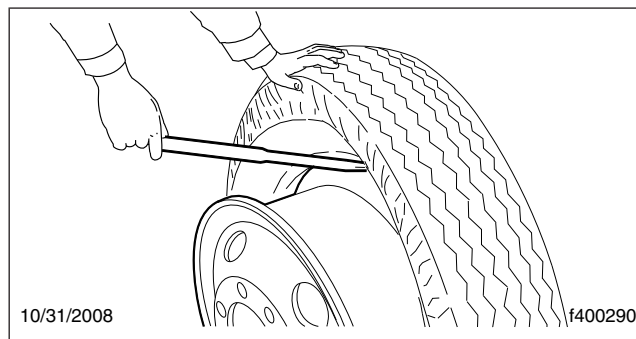

Fig. 5, Dégagement de la jante du pneu
- 4.3 Insérez l'extrémité droite du démonte-pneu entre le talon du pneu et l'arrière du rebord de la roue, en l'accrochant par-dessus le deuxième rebord. Reportez-vous à la Figure 5.